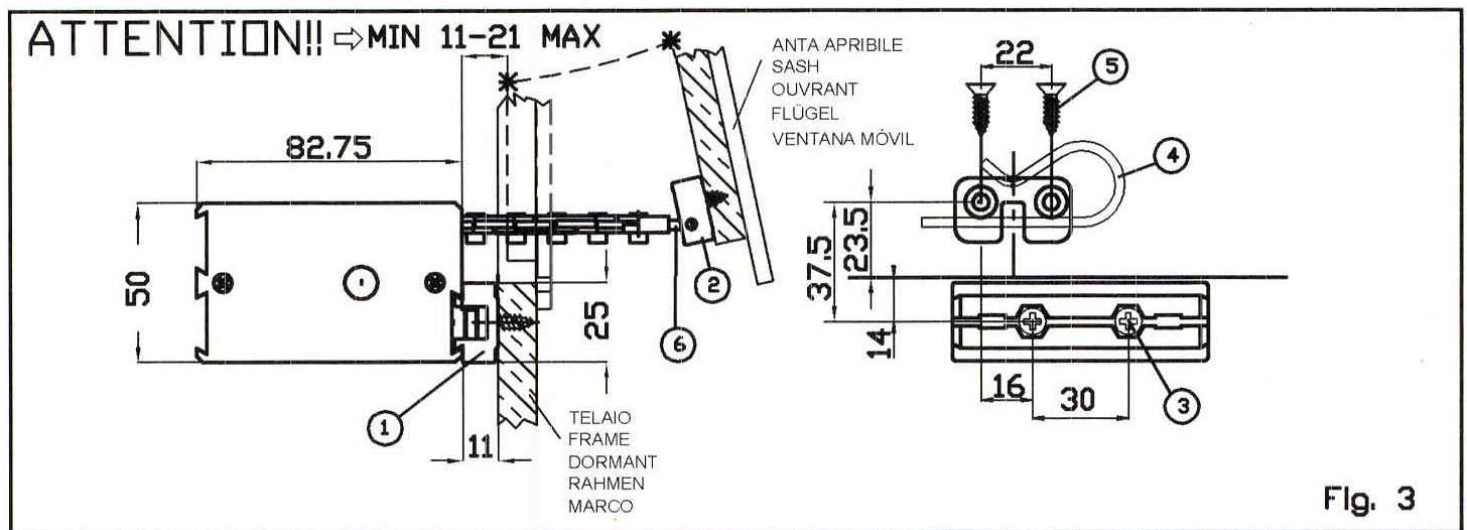

Fig. 3
INSTALLAZIONE SU FINESTRE A SPORGERE (Fig. 3)
- Tracciare la mezzeria del serramento ed eseguire le forature (vedi Fig. 3).
- Installare l'attuatore tramite le staffe (1 e 2) e verificare la chiusura del serramento agendo sul tirante filettato (6).
INSTALLATION ON TOP HINGED WINDOWS (Fig. 3)
- Draw the center line of the window and make holes (see Fig. 3).
- Install the actuator with the brackets (1 and 2) and check for the closure of the window acting on the threaded stay bolt (6).
INSTALLATION SUR CHASSIS PROJECTANTS (Fig. 3)
- Tracer la ligne médiane de la fenêtre et percer les trous (voir Fig. 3)
- Installer le moteur avec les étriers (1 et 2) et contrôler la fermeture de la fenêtre en agissant sur le tirant fileté (6).
MONTAGE AUF KLAPPFENSTER (Abb. 3)
- Die Mittellinie des Fensters vorzeichnen und die Löcher bohren (siehe Abb. 3)
- Installieren den Kettenantrieb mit den Konsolen (1 und 2), dann den Verschluss des Fensters durch die Augenschraube (6) kontrollieren.
INSTALACION EN VENTANAS DE APERTURA AL EXTERIOR (Fig. 3)
- Marcar el centro de la ventana y taladrar (fig. 3).
- Instalar el accionamiento con las piezas 1 y 2 y compruebe que el cierre de la ventana se efectua correctamente regulando el tornillo roscado (6).